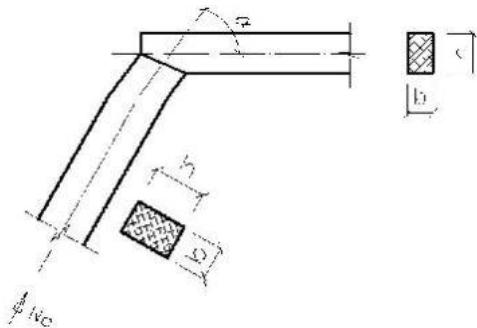

Рисунок 5. Наклонный лобовой упор
5.2 Проверить прочность при смятии наклонного лобового упора торцов подвеса и ригеля из брусьев сечением $b \times h$ (или круглого диаметром d), соединенных под углом α . Конец подвеса обрезан под прямым углом к оси и в нем действует продольная сжимающая сила N_c . Опорный конец ригеля обрезан под углом α к его оси (рисунок 5).